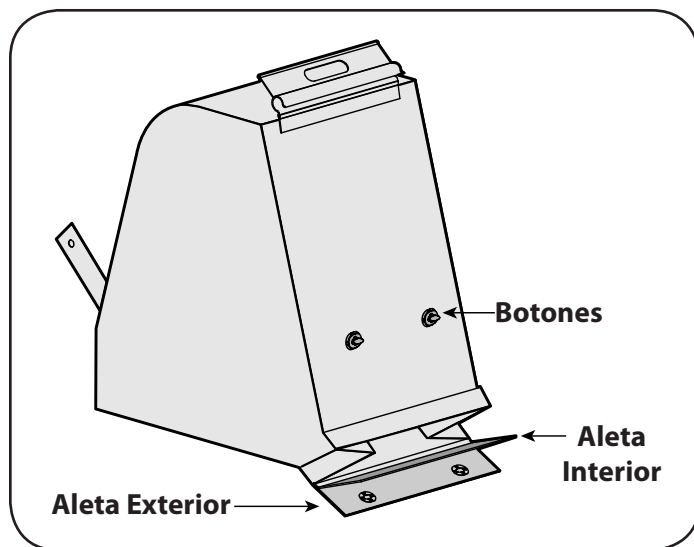

Figura 12
5. Gire los dos botones de la parte posterior de la bolsa para abrirla y vaciar el contenido. Vea la Figura 12. Sostenga la manija y el broche de la bolsa mientras vacía el contenido.
7. Doble la aleta exterior sobre la aleta interior e inserte los botones de la bolsa a través de las salidas metálicas. Vea la Figura 12.